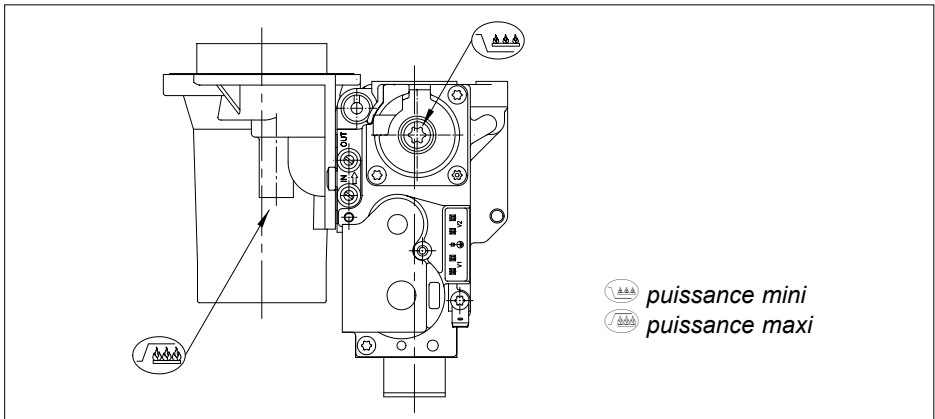

fig. 23 *Vis de réglage*
La chaudière a été pré-réglée au G20. Pour G25: voir la procédure ci-dessous. Procéder à une éventuelle correction en utilisant les vis de réglage (voir fig. 23) du bloc gaz (petite allure) et du venturi (grande allure). Voir tableau 16 pour les valeurs de réglage pour gaz naturels (G20 et G25).
21. Mettre la chaudière en pleine puissance en appuyant simultanément sur les touches '⬆' et [+], puis modifier le réglage avec la vis  (voir fig. 23). Contrôler la flamme par le viseur, celle-ci doit être stable, sa coloration doit être bleu avec des particules orangées sur le pourtour du brûleur.
- 21 b. Mettre la chaudière en puissance minimum en appuyant simultanément sur les touches '⬆' et [-] puis modifier le réglage avec la vis  (voir fig. 23). Contrôler la flamme par le viseur, celle-ci doit être stable. La surface du brûleur doit être de couleur orange.